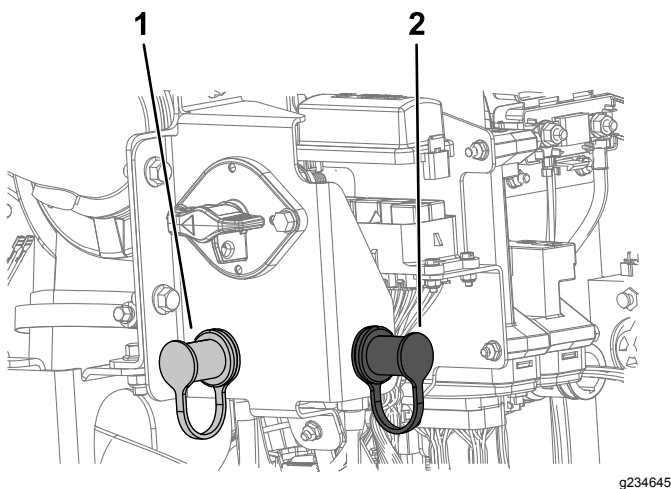

Figure 98
6. Retirez le capuchon de la borne positive de la batterie déchargée (Figure 98)
10. Lorsque le moteur démarre, demandez à l'autre personne de débrancher le câble de démarrage négatif (-) du châssis, puis de débrancher le câble de démarrage positif (+) (Figure 98).
7. Branchez le câble de démarrage positif (+) à la borne positive (Figure 98).
8. Branchez le câble de démarrage négatif (-) à un point de masse, tel un boulon non peint ou un élément du châssis (Figure 98).